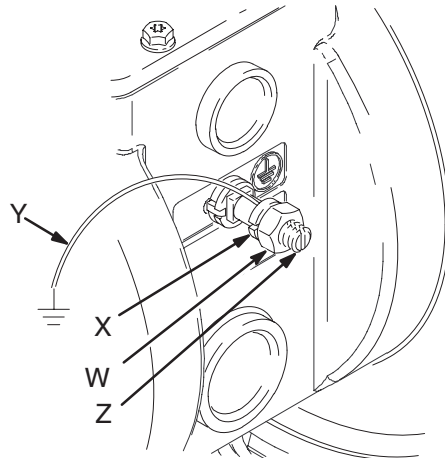

Abb. 1
- *Pumpe:* Erdungskabel und Klammer wie in Abb. 1 dargestellt anschließen. Mutter (W) und Scheibe (X) der Erdungsöse lösen. Ein Ende eines 1,5 mm² dicken Erdungskabels (Y) in den Schlitz in der Öse (Z) schieben und die Mutter fest anziehen. Das Klammer-Ende des Erdungskabels mit einem guten Massepunkt verbinden. *Erdungskabel und Klammer sind mit der Teilenummer 819.0157 zu bestellen.*